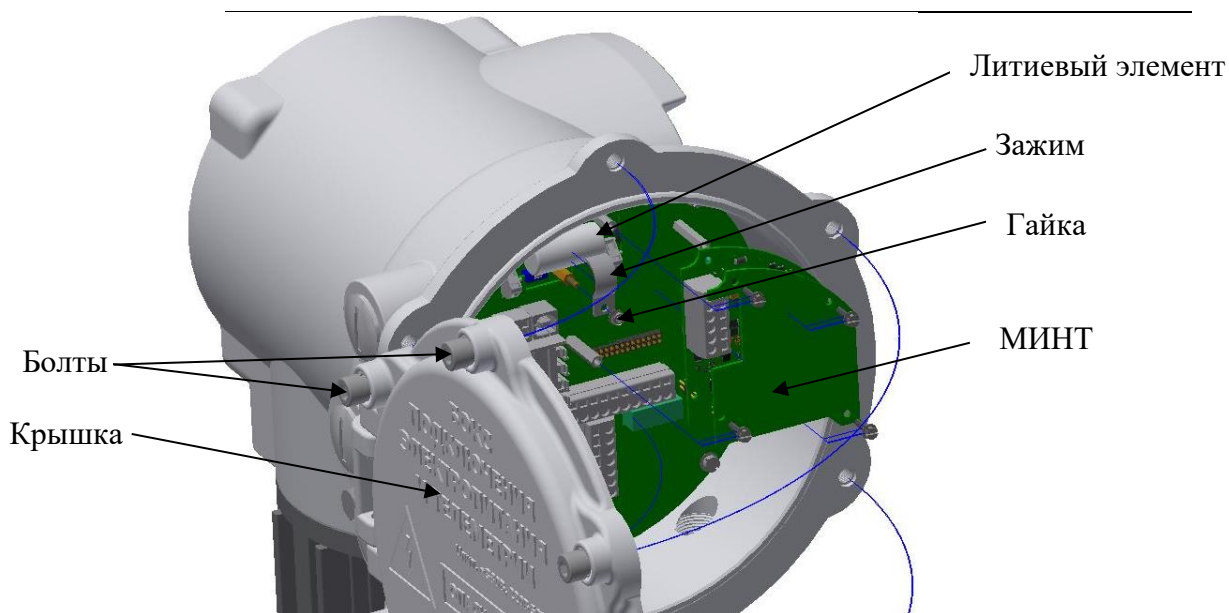

Рисунок 23 – Замена литиевого элемента ВБУ
- открутить гайку, которая удерживает зажим (рис. 23);
Для замены МИНТ необходимо открутить крепежные винты в количестве 4 шт. и отсоединить МИНТ от модуля ПР (см. рисунок 23).